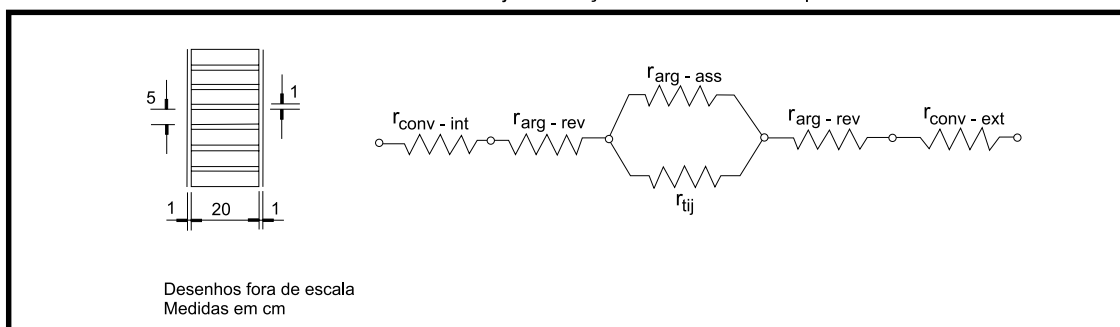
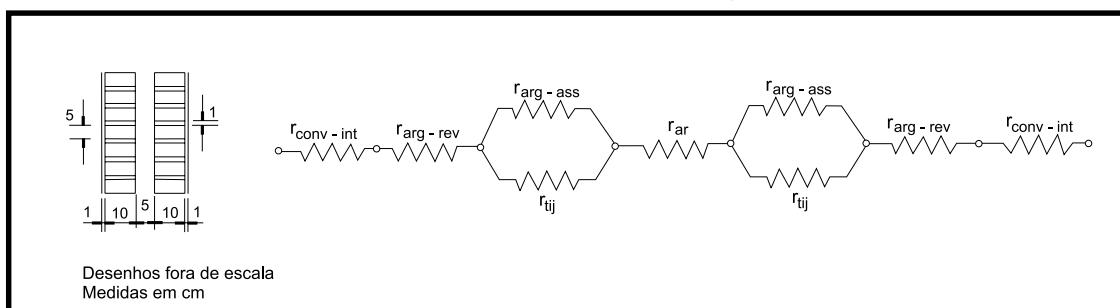

FIGURA 1
FIGURA 2
Um engenheiro e um arquiteto, responsáveis pelo projeto completo de um edifício escolar neste país tropical, encontram-se em fase de avaliação do comportamento térmico do edifício, pois o proprietário já disse que não haverá ar-condicionado nas salas, mas não quer ouvir reclamações dos alunos e professores quanto ao conforto. Depois de várias melhorias de projeto quanto ao isolamento térmico da cobertura, janelas e demais elementos do edifício, o engenheiro concluiu que, se a parede de alvenaria de um tijolo de sua fachada oeste fosse alterada, de modo tal que o seu Coeficiente Global de Transferência de calor,  $U$ , fosse reduzido à metade, as condições de conforto seriam adequadas, sem necessidade de ar-condicionado. O engenheiro efetuou, então, outro estudo alternativo para a fachada oeste, que é crítica sob o ponto de vista das trocas de calor, passando da parede de um tijolo maciço comum (espessura =  $20 \text{ cm} + 2 \times 1 \text{ cm}$  de argamassa de revestimento) com detalhes de sua alvenaria ilustrados na figura 1, para duas paredes de meio tijolo maciço, com um colchão de ar de  $5 \text{ cm}$  no meio, conforme figura 2. As dimensões do tijolo maciço são  $20 \times 10 \times 5 \text{ cm}$  e as juntas verticais e horizontais de argamassa de assentamento também possuem  $1 \text{ cm}$ . São fornecidos também os esquemas adotados para
- b) Calcule o novo coeficiente global de transferência de calor  $U_2$  para a parede da figura 2. Realize os cálculos para 1 m2 de parede, considerando desta vez que em 1 m2 os tijolos ocupam 0,79 m2 e que 0,21 m2 sejam de argamassa de assentamento. Este Coeficiente Global de Transferência de Calor  $U_2$  satisfaz a condição de conforto prevista pelo engenheiro (metade de  $U_1$ )? **SIM** ou **NÃO**? Justifique, calculando a redução percentual em relação ao  $U_1$  anterior.